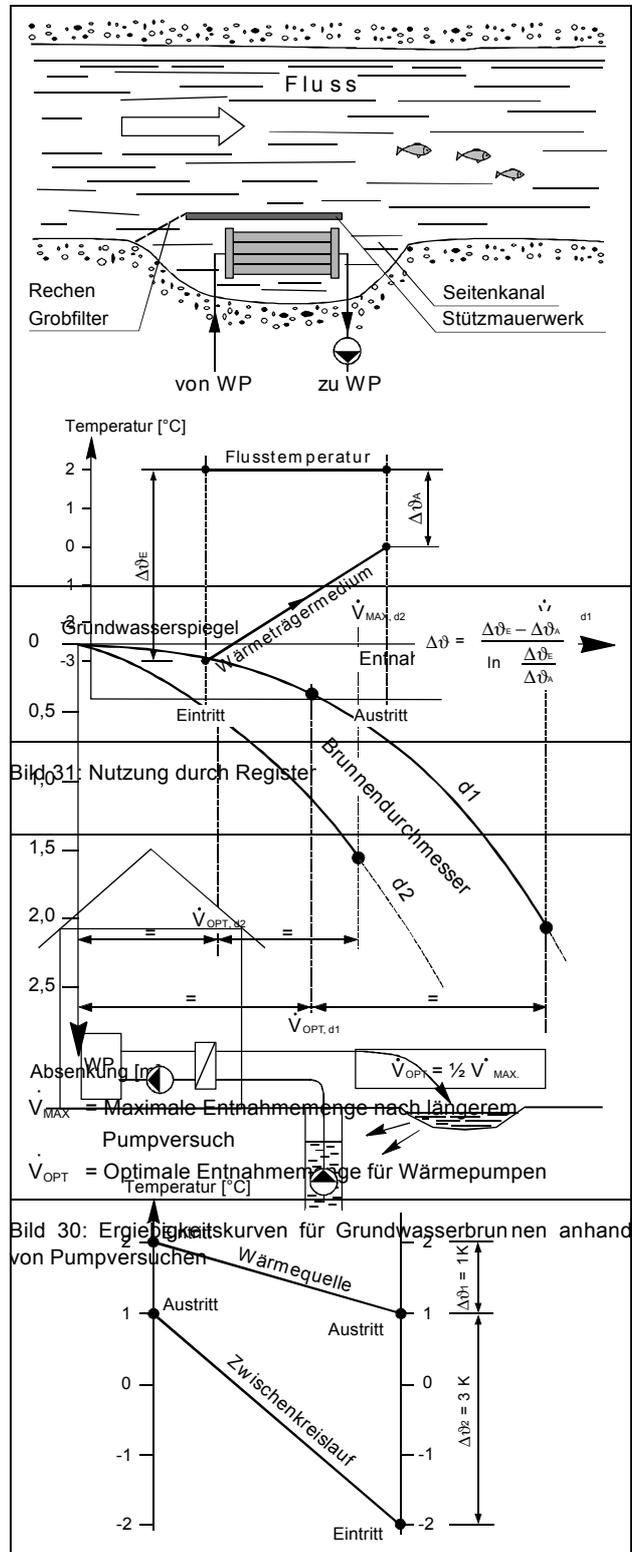

Bild 32: Nutzung mit Filterbrunnen und Zwischenkreis
- Das Wasser wird in einem Filterbrunnen gesammelt und zu einem Wärmetauscher gepumpt (Bild 32)